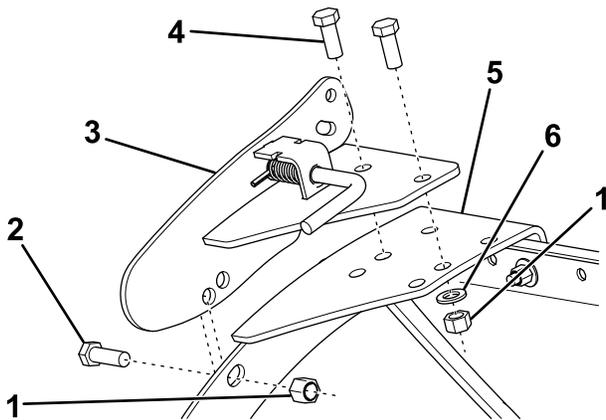

Bild 3
6. Befestigen Sie die Federhalterung mit zwei Schrauben ($\frac{1}{2}$ " x $1\frac{1}{4}$ "), Unterlegscheiben und Sicherungsmuttern an der Grundplatte der Federhalterung (Bild 3).
7. Befestigen Sie die Federhalterung mit einer Schraube ($\frac{1}{2}$ " x $1\frac{1}{2}$ " und einer Kontermutter (Bild 3) lose an der Seite des Pflugs.